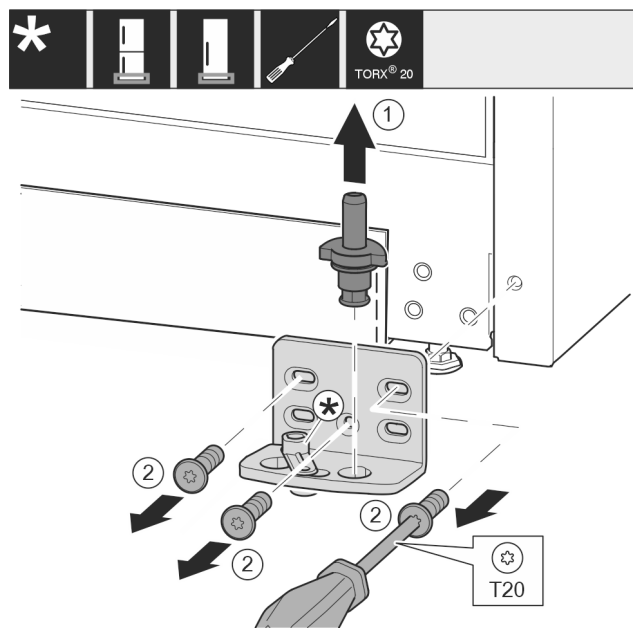

Fig. 43 *
- Ložiskový čep Fig. 43 (1) celý vytáhněte nahoru.*
- Šroubovákem vyšroubujte šrouby Fig. 43 (2) a sejměte stojan ložiska.*